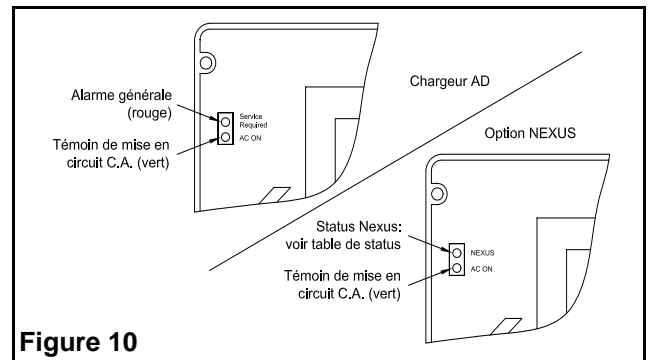

Figure 10
8. Mettre le C.A. sous tension. La lampe témoin de mise en circuit C.A. (AC On) et l'enseigne s'illumineront. (voir figure 10).
**Indicateurs externes :** Alarme générale (service requis). La lampe témoin s'allumera si une condition d'alarme est détectée (voir figure 10),
Le système NEXUS utilise deux indicateurs visuels locaux (voir figure 10). Le premier est une DEL verte qui indique la présence du CA. L'autre est une DEL à deux couleurs (Nexus). Cette dernière indique l'état du système NEXUS. Se référer au tableau suivant pour un sommaire des significations.